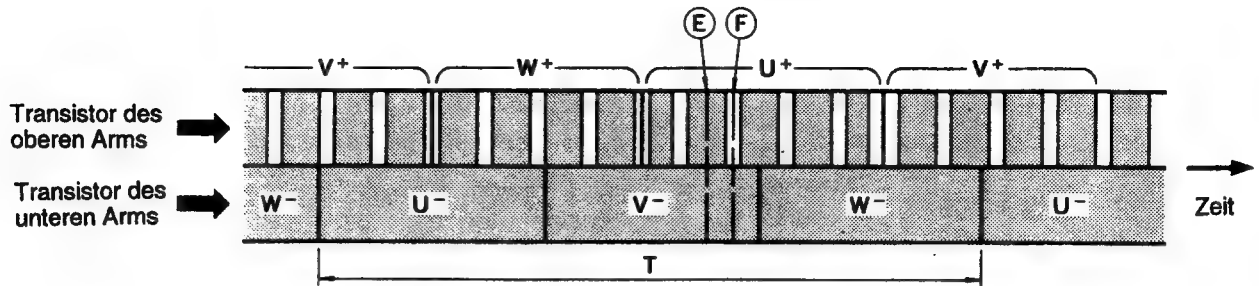
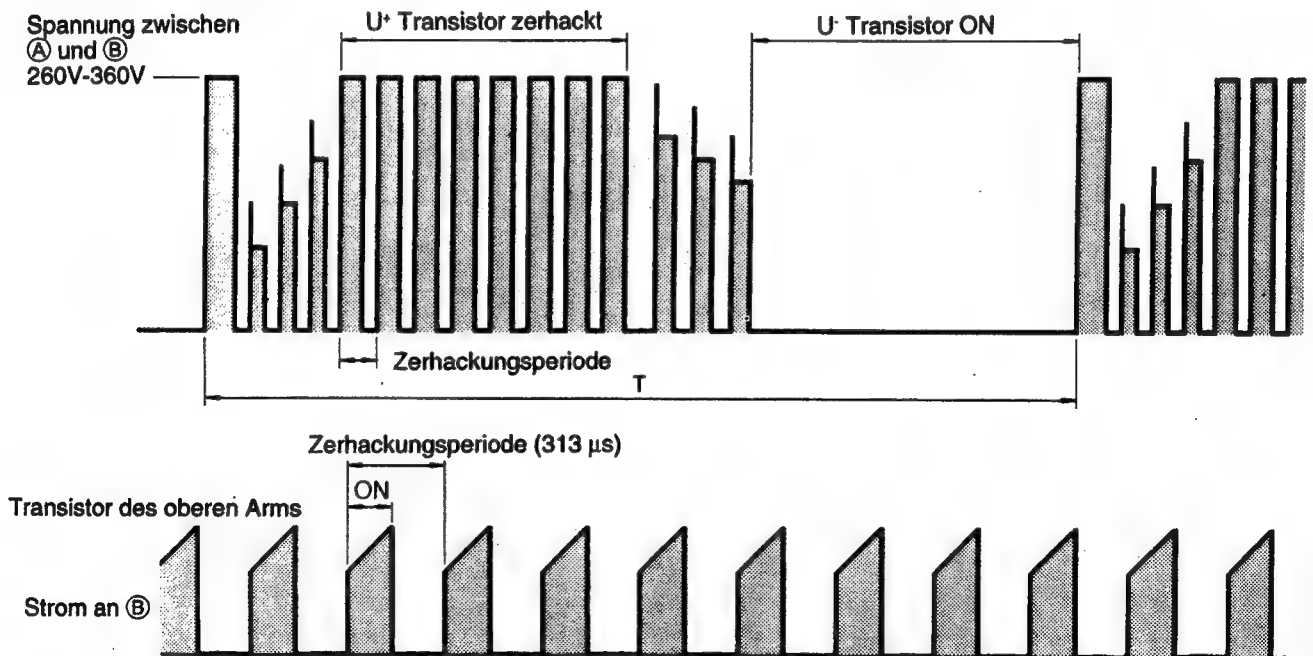

Abb. 3-2 Schaltfolge des Leistungsmoduls
Abb. 3-3 Spannungswellenform an jedem Punkt
- DC 260-360V is input of power module and power module switches power supply current according to rotation position of magnet rotor. The switching order is as shown in Fig. 3-2.
- Time T in Fig. 3-2 shows the switching period, and relation with rotation speed (N) of the compressor is shown by formula below;
- Fig. 3-3 shows voltage waveform at each point shown in Figs. 3-1 and 3-4.
- Eine Gleichspannung von 260V-360V wird in das Leistungsmodul eingegeben, und das Leistungsmodul schaltet den Versorgungsstrom gemäß Rotationsposition des Magnetrotors. Die Schaltfolge ist in Abb. 3-2 dargestellt.
- Die Zeit T in Abb. 3-2 zeigt die Schaltperiode, wobei der Zusammenhang mit der Drehzahl (N) des Kompressors durch die folgende Formel ausgedrückt wird.
- Abb. 3-3 zeigt die Spannungswellenform an jeden der in Abb. 3-1 und Abb. 3-2 gezeigten Punkte.
- Since current flows at point ⑥ only when U+ transistor is ON, the current waveform at point ⑥ becomes intermittent waveform as shown in Fig. 3-3. Since current at point ⑥ is approximately proportional to the input current of the air conditioner, input current is controlled by using DC current (Id) detection resistor.
- Da an Punkt ③ nur dann ein Strom fließt, wenn der U+ Transistor eingeschaltet (ON) ist, wird die Stromwellenform an Punkt ③ eine intermittierende Wellenform, wie es in Abb. 3-3 dargestellt ist. Da der Strom an Punkt ③ etwa proportional zum Eingangsstrom der Klimaanlage ist, wird der Eingangsstrom durch die Verwendung des Gleichstrom- (Id) Detektorwiderstandes gesteuert.